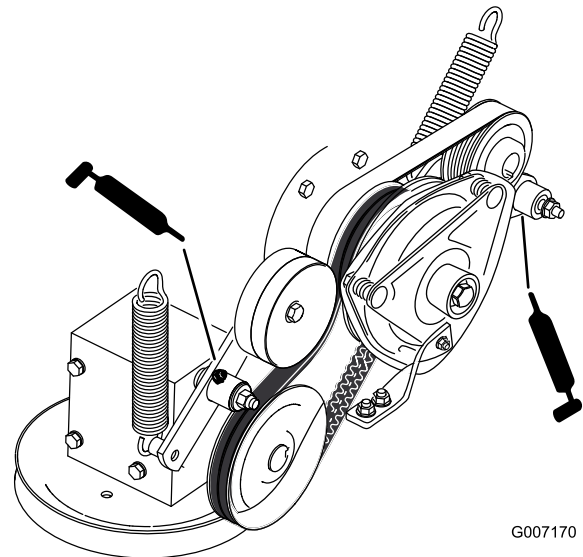

Figura 38
7. Engrase el brazo tensor de la correa de transmisión de la PTO (Figura 38).
8. Engrase el brazo tensor de la correa de la bomba (Figura 38).